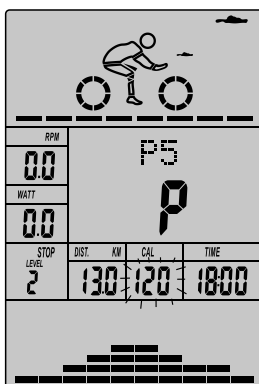

图 28
- E. 卡路里的数值闪烁，按 UP/DOWN 键（或旋转）设定希望运动消耗的能量，然后按 ENTER 键确认设置的数值。（如图 28）